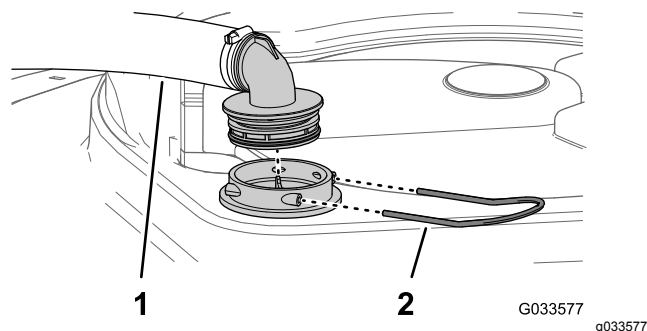

図 77
2. タンク上部で、フィルタハウジングからの太いホースについているフィッティングを固定しているリテーナを外す 図 77。
3. フィルタハウジングからホースとフィッティングを取り外す 図 77。